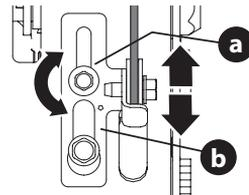

Figura 59
- Afloje el tornillo hexagonal superior (a) de la ménsula del cable de la transmisión (b) (Figura 59).